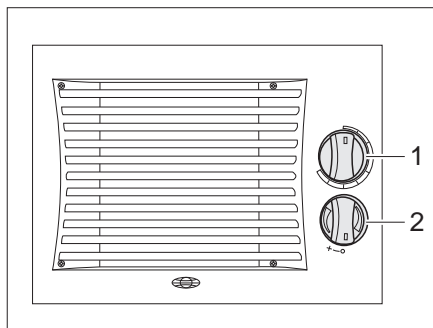

Fig. 196 Elementi di comando dello scambiatore di calore aggiuntivo
- Ruotare il pomello girevole (Fig. 196,1) della valvola regolatrice di flusso fino alla posizione desiderata. Il circolo dell'acqua è aperto.
- Ruotare l'interruttore (Fig. 196,2) della ventola di ricircolo in senso orario.
- Posizionare l'interruttore della ventola (Fig. 196,2) su "0".
- Ruotare completamente il pomello girevole (Fig. 196,1) della valvola regolatrice di flusso.